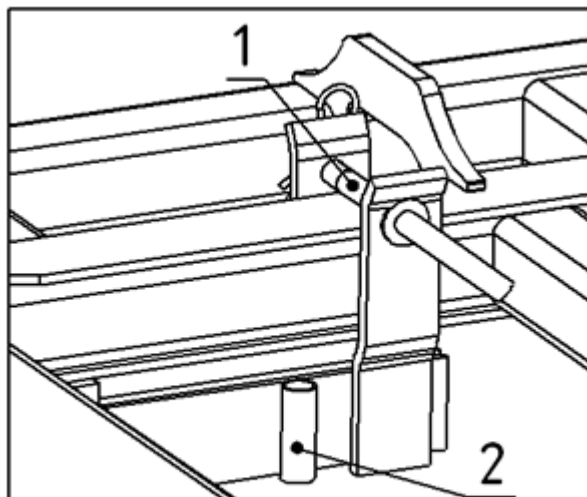

Рисунок 8
- установите два предохранительных штифта 1 (рис. 8) в кронштейны для фиксации боковых рам.
- вынуть два предохранительных штифта 1 (рис. 8) из кронштейнов фиксации боковых рам и установить их в опорные трубки 2 (рис. 8);